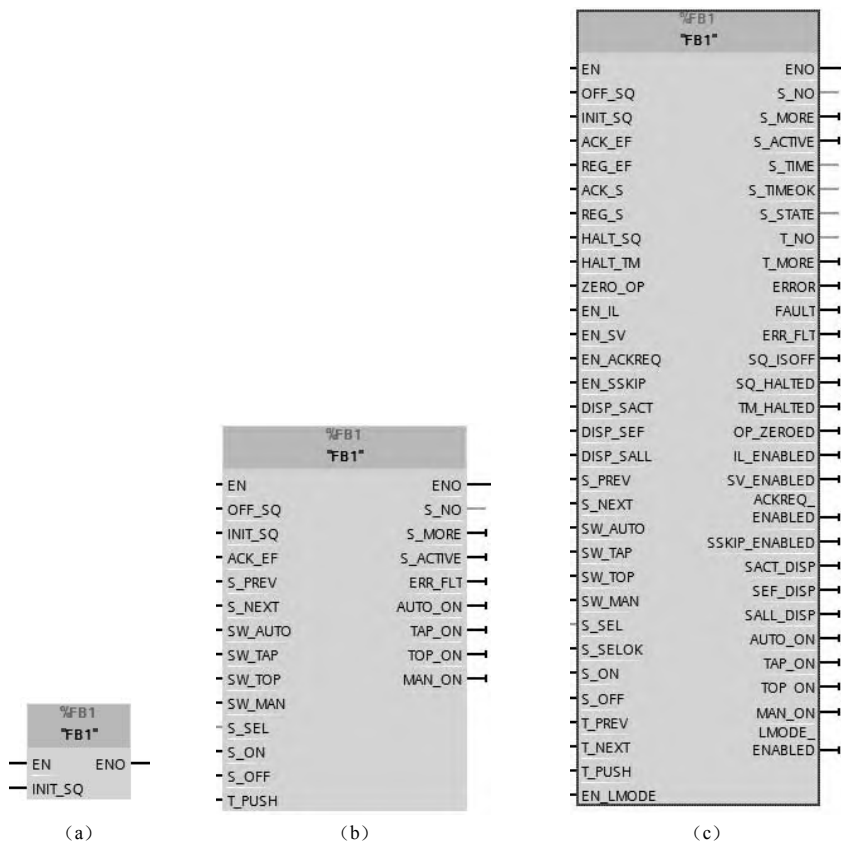

图 8-34 函数块 FB1
在 S7-GRAPH 编辑器中编写程序后, 生成函数块, 本例为 FB1, 如图 8-34 所示。在 FB 函数有 4 个参数设置区, 有 4 个参数集选项, 分别介绍如下。
① Minimum (最小参数集) FB 只包括 INIT_SQ 启动参数, 如图 8-34 (a) 所示, 如果用户的程序仅仅会运行在自动模式, 并且不需要其他的控制及监控功能。
② Standard (标准参数集) FB 包括默认参数, 如图 8-34 (b) 所示, 如果用户希望程序运行在各种模式, 并提供反馈及确认消息功能。
③ Maximum (最大参数集) FB 包括默认参数和扩展参数, 提供更多的控制和监控参数, 如图 8-34 (c) 所示。
④ User-defined (用户定义参数集) 包括默认参数和扩展参数, 可提供更多的控制和监控参数。